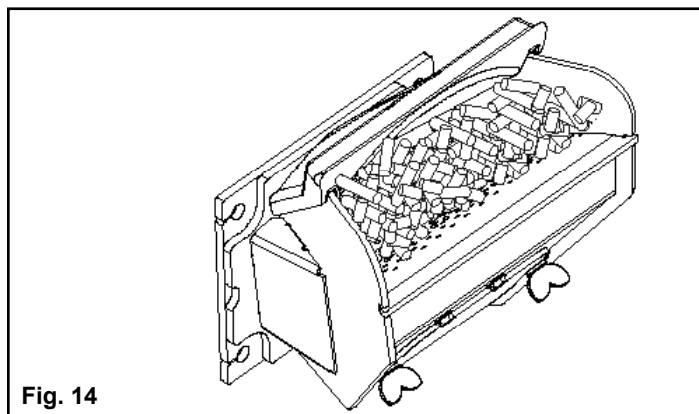

Fig. 14
3. Remplissez pot de combustion avec des pastilles comme indiqué. Voir Fig. 14. Remplir seulement au niveau du bord avant. (NE PAS TROP REMPLIR)